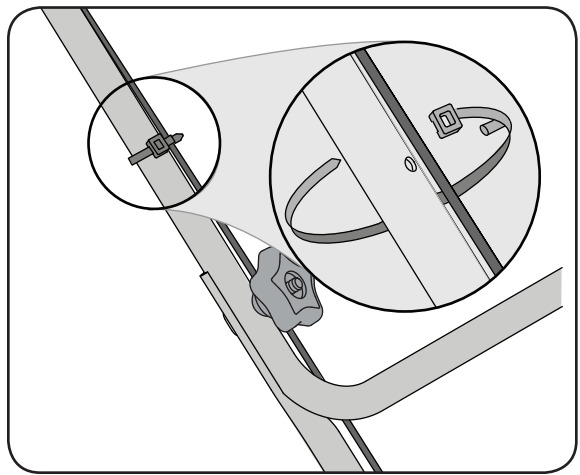

Figure 3-4
4. Enfoncez les taquets des attache-câbles dans les trous aménagés dans le guidon inférieur. Serrez l'attache-câble et coupez le surplus. Voir la Figure 3-4.